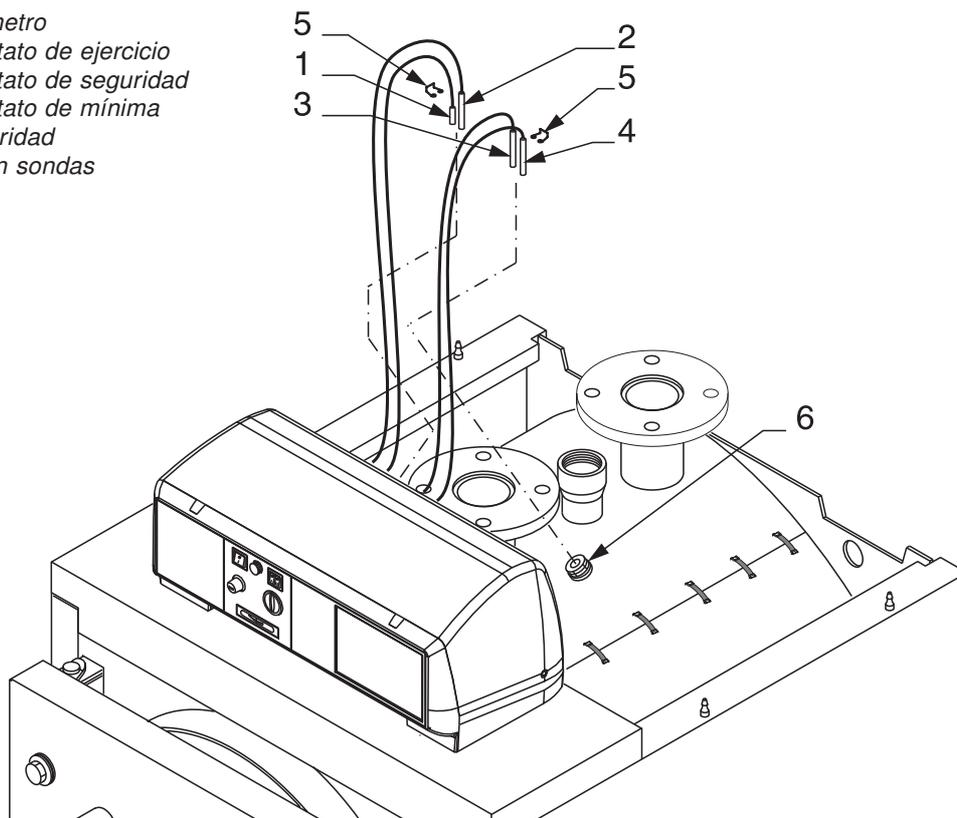

fig. 30
- F) Introducir en las vainas, los bulbos de los instrumentos como se muestra en la fig 30 y realizar la conexión eléctrica del panel de mandos a la línea de alimentación, al quemador y a las eventuales bombas, etc.